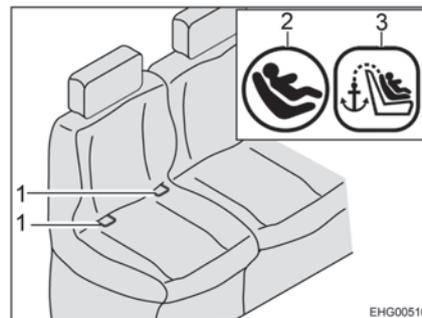
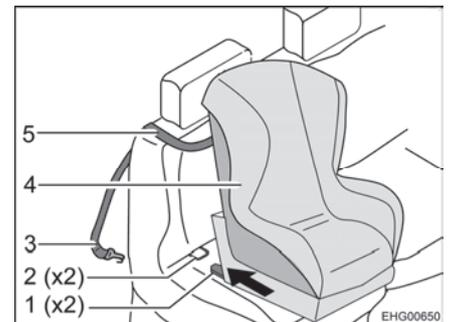

Fig. 12 Siège avec Isofix
Fig. 13 Fixation avec Top-Tether
- Faire passer la sangle Top-Tether (Fig. 13,5) sur le coussin de dossier (entre l'appuie-tête et le renvoi de la ceinture de sécurité).
- Accrocher le crochet de fixation (Fig. 13,3) au point d'ancrage en face arrière du siège.
- Encliqueter les bras d'encliquetage (Fig. 13,1) dans les étriers de fixation (Fig. 12,1 et Fig. 13,2). Un cliquetis clair doit être entendu.
- Vérifiez à l'aide d'une forte secousse si le siège pour enfant (Fig. 13,4) est bien installé.